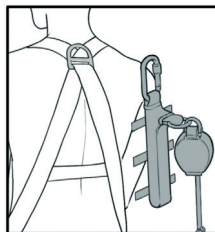

fig.1
1. Richten Sie den DSL2-Falldämpfer so aus, dass die Klettverschlüsse so Kontakt mit dem Gurtband des Fallbrems- und Absturzsicherungsgurts haben, mit der Stoßdämpfungseinheit ganz nach außen (Abb. 1).